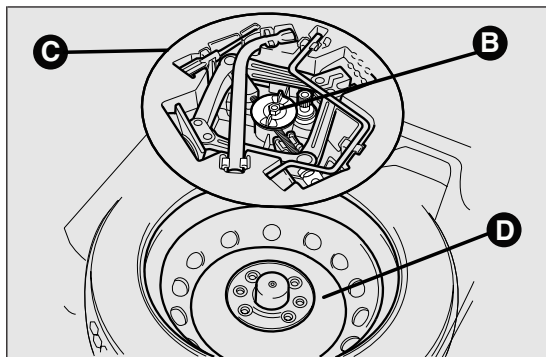

Abb. 97
- ☐ Die Blockierung B lösen Abb. 97
- ☐ Den Werkzeugkasten C Abb. 97 herausnehmen und neben das auszuwechselnde Rad stellen;
- ☐ Das Ersatzrad D herausnehmen Abb. 97;
- ☐ Das Ersatzrad D Abb. 97 in die entsprechende Aufnahme im Gepäckraum legen;